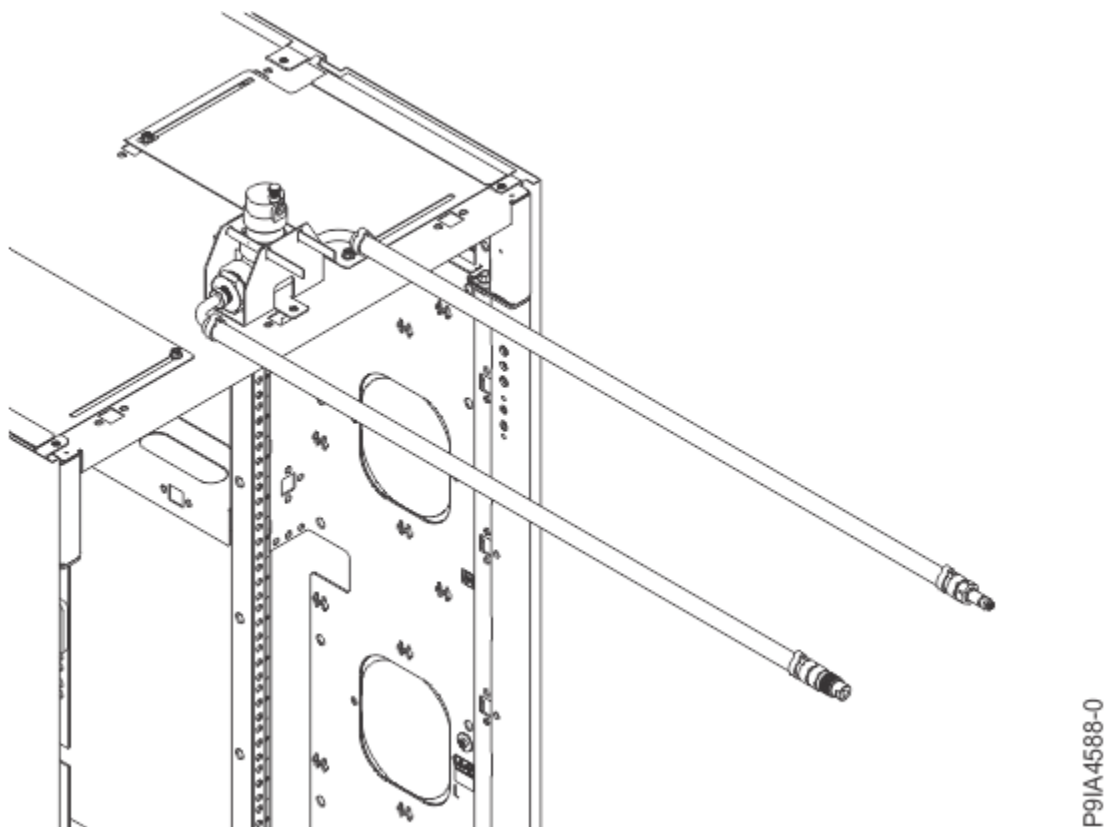

Figura 41. Atașarea unelei de evacuare în partea de sus a dulapului
3. Plasați valva de evacuare a aerului pe partea de sus a dulapului și fixați-o acolo. Trebuie să fie utilizat un șurub pentru a fixa unealta de evacuare pe dulap. Pentru informații suplimentare, vedeți Figura 41 la pagina 71.